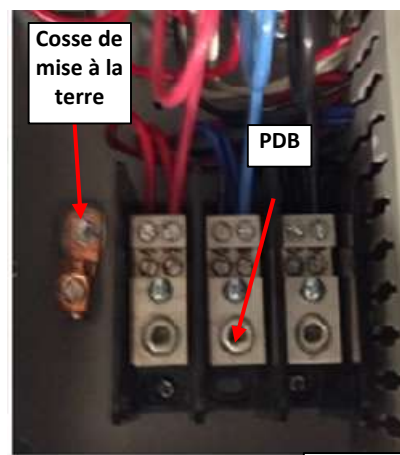

Fig. J-3
- Raccordez l'alimentation principale (« élevée ») au PDB (bloc de distribution d'énergie, voir Fig. J-3), situé dans le **tableau électrique** – reportez-vous aux étiquettes de l'équipement et au manuel afin de connaître l'emplacement du tableau et du PDB.